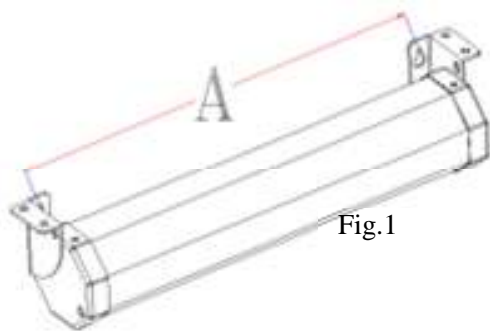

Fig.1
1. Abstand messen (Fig. 1) und an der Wand markieren.